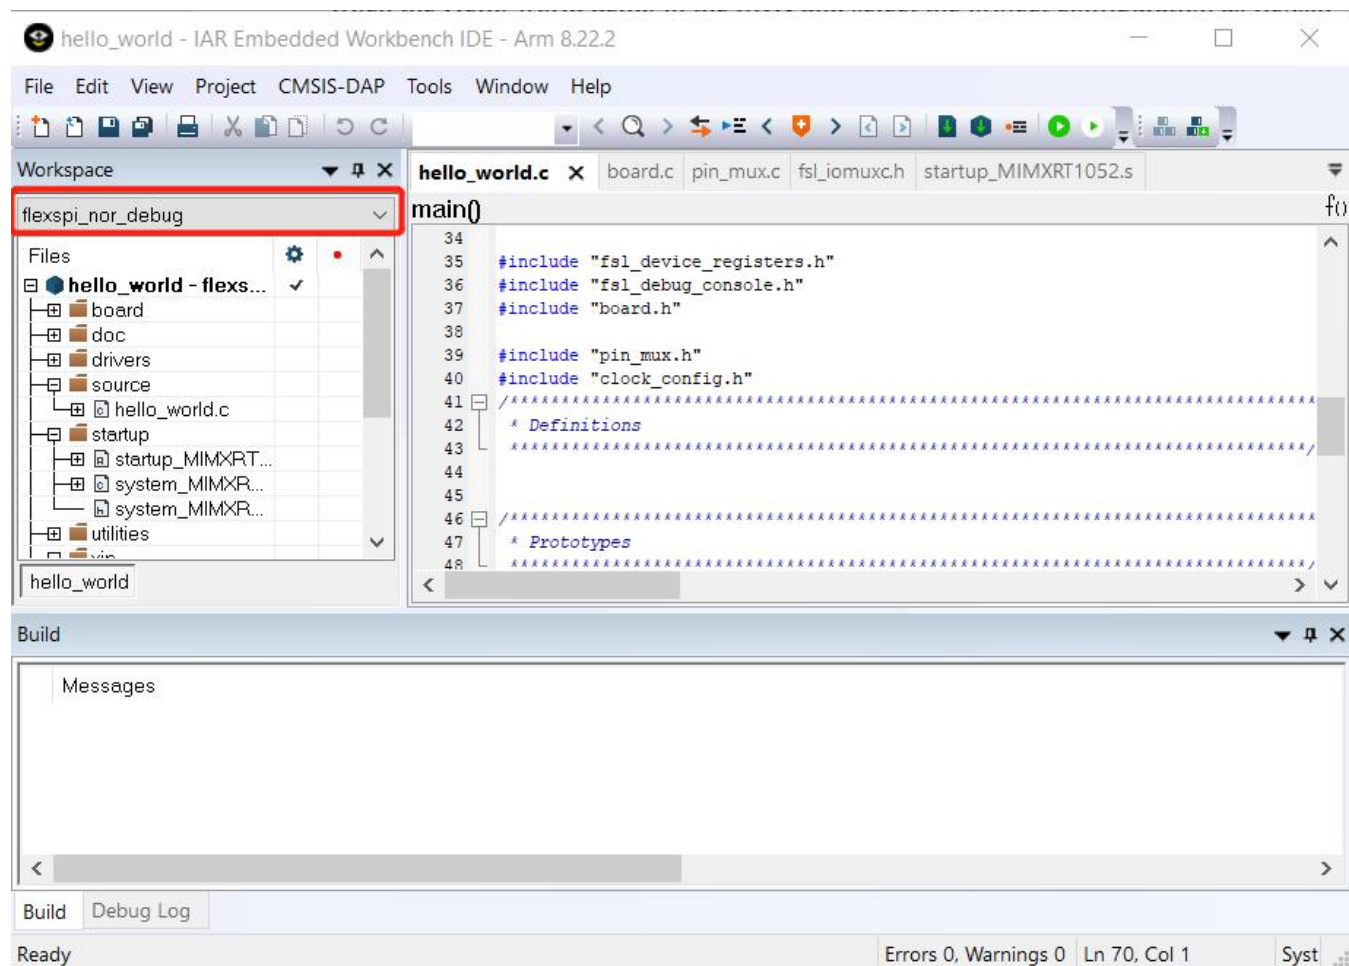
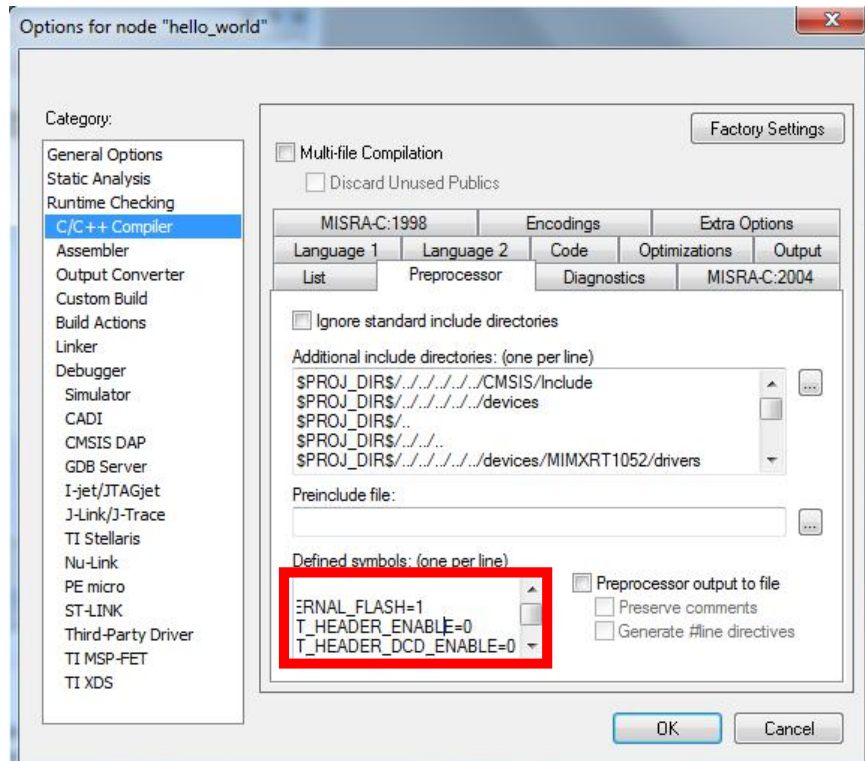

图 11. 选择项目配置为flexspi_nor_debug
图 12. hello\world的定义符号
- 打开SDK中的Hello world演示，选择项目配置为flexspi_nor_debug，如图 11 所示，并确保设置如图 12.所示